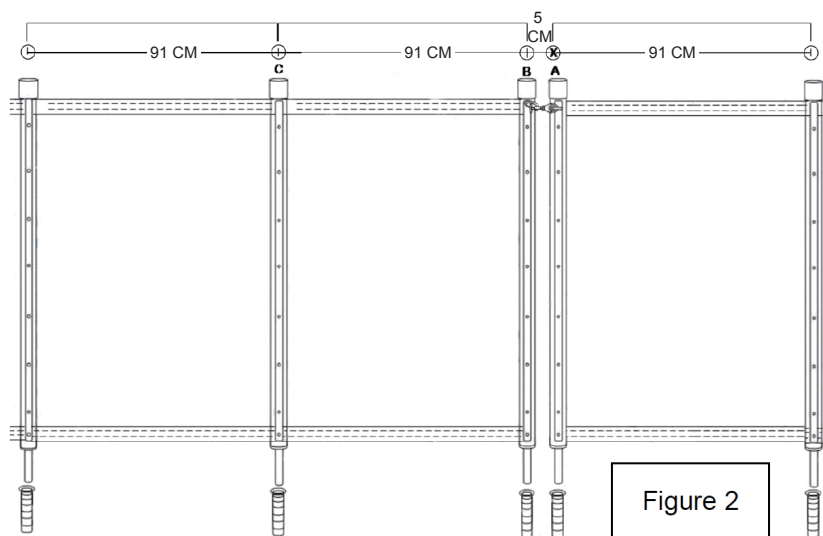

Figure 2
4. Continuez tout autour de la piscine, percez tous les trous en utilisant le gabarit de perçage pour vous guider. Placez le trou « B » marqué sur le gabarit de perçage sur le dernier trou percé. (voir figure 2), puis percez le trou « C ». Répétez cette étape pour chaque 3,7 cm (ou à l'extrémité de chaque unité de barrière), vous devez également percer le trou « A » pour accueillir le poteau de la nouvelle unité de barrière.